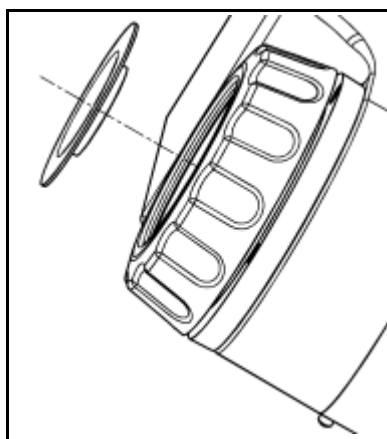

Fig. 21: Disposizione della guarnizione
3. Togliere la guarnizione vecchia (v. Fig. 21).
i Il labbro di tenuta della guarnizione deve essere orientato verso l'interno (v. Fig. 21).